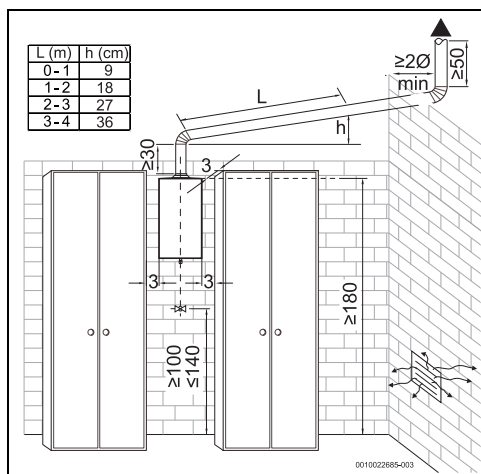

Fig. 11 Distancias mínimas
- ▶ Respetar las separaciones mínimas indicadas en la Fig. 11.
- Asegurarse de un libre acceso de trabajos de mantenimiento y cumplir para ello las distancias indicadas en la imagen 11.